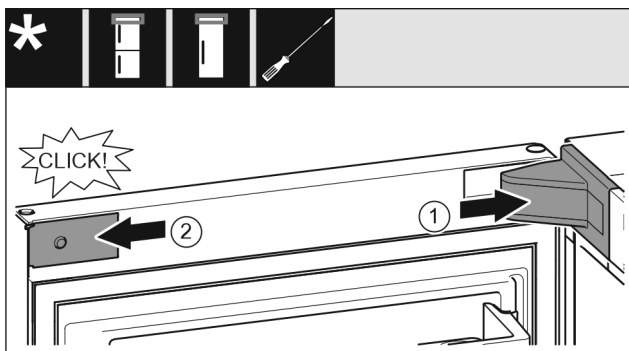

Fig. 28
- ▶ Lagerbockabdeckung Fig. 28 (1) aufsetzen und einrasten, ggf. vorsichtig auseinanderdrücken.
- ▶ Blende Fig. 28 (2) seitlich ansetzen und einrasten.